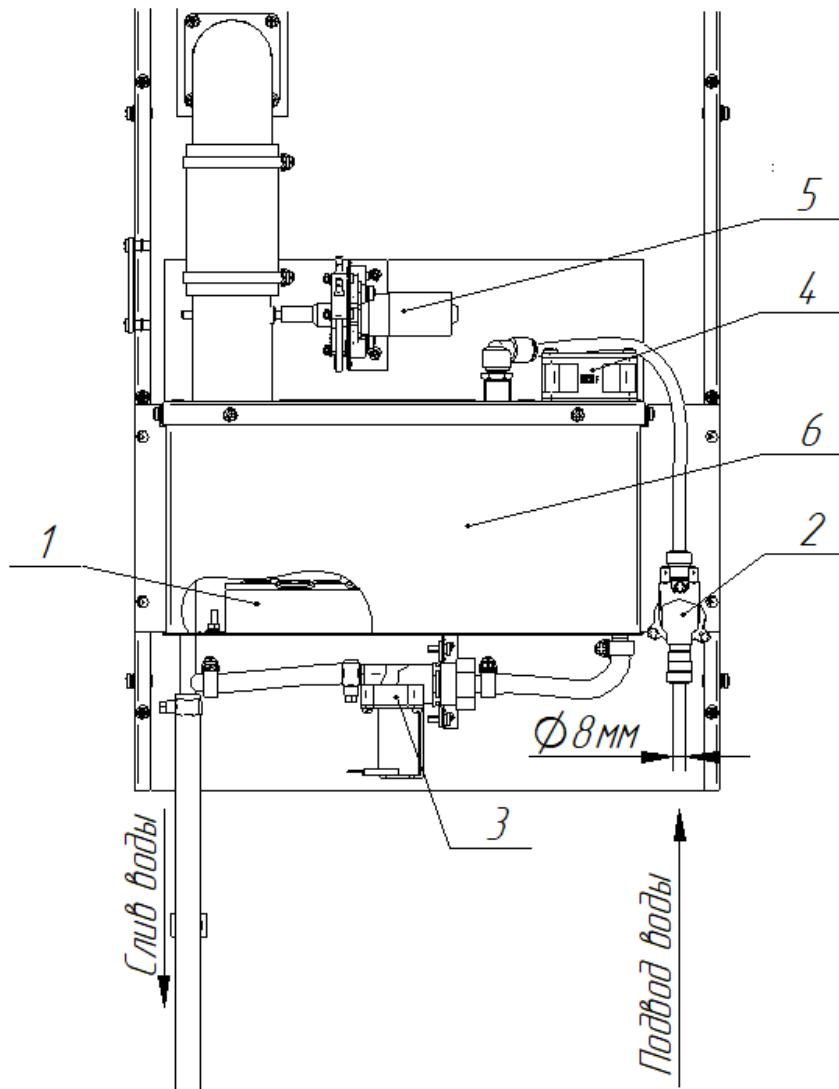

Рис. 5 Устройство пароувлажнителя
**Внимание! Пароувлажнитель работает на отфильтрованной, дистиллированной или деминерализованной воде. Использование водопроводной неочищенной воды не допускается! Это приведет к выходу из строя модуля пароувлажнителя поз. 1 (рис. 5).**
16. пароувлажнителя (для ШОК-20-1/1ПМ-01 рис. 5)